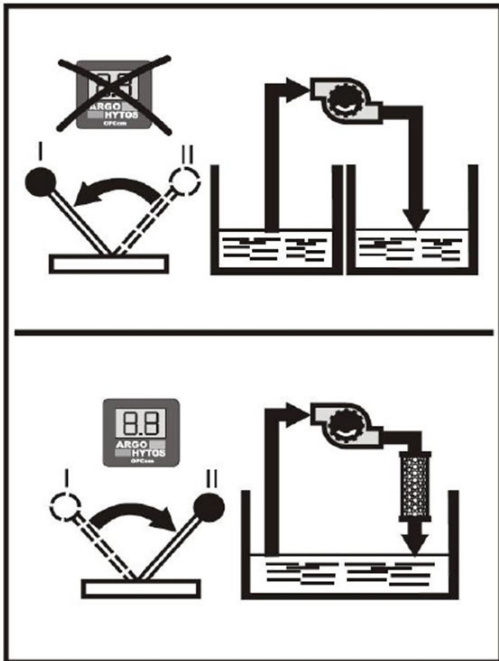

Abb. 6: Drehschieberstellung
- › Drehschieber auf Position II (Filtern) stellen (siehe Abbildung 6).
- › Drehschieber auf Pos. I (Umpumpen) stellen (siehe Abbildung 6).